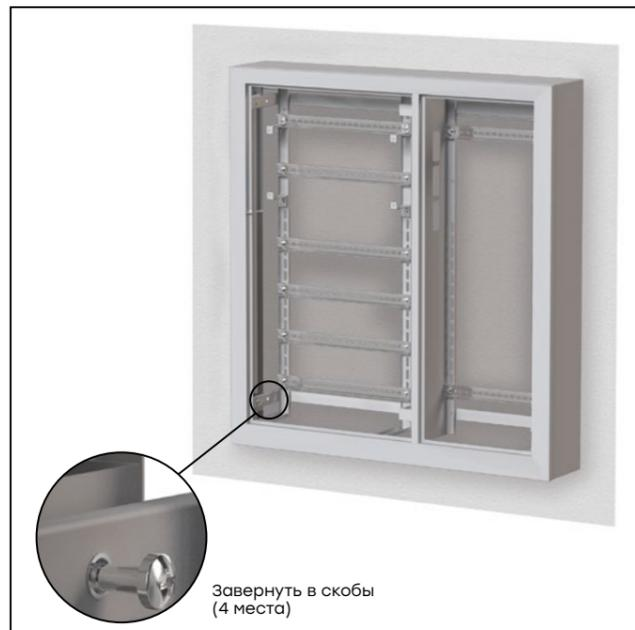

Рис. 24
3.2 Вставьте корпус в Кожух щита этажного и закрутите болты М8х50, установленные в корпусе щита, в отверстия П-скоба Кожуха щита этажного (Рис. 24).